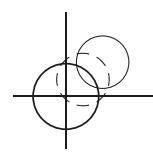

Abb. 7
- c) Eliminieren Sie die Hälfte des Fehlers mit den Fußschrauben an der Dosenlibelle (Abb.7).
- Hälfte des Fehlers mit den Justierschrauben (Abb.7).